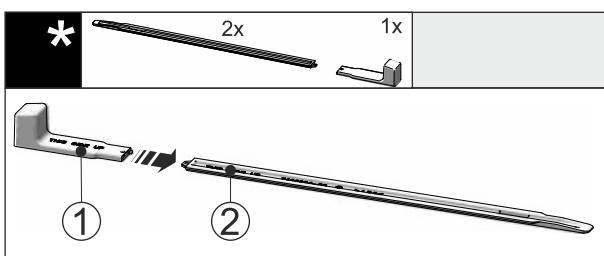

Fig. 43
- Stikk monteringshåndtakene Fig. 43 (1) på nivelleringsskinnen Fig. 43 (2).